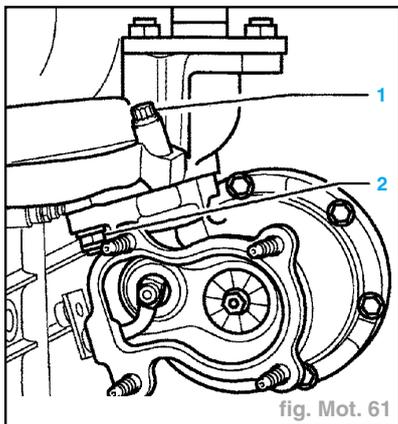

fig. Mot. 61
- Déposer le tube de guidage (2) avec la durit arrivant au turbocompresseur.
- Dévisser l'écrou de fixation (2) par en-dessous et les vis de fixation (1) par en haut (fig. Mot. 61).